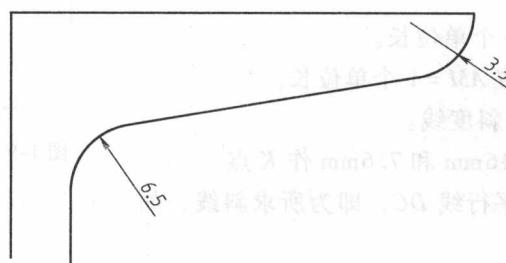

图 1-14 整理并完成图形
- (5) 整理并完成图形 擦去多余线条，将图形整理清晰，如图 1-14 所示。
- (6) 检查 按照相同的方法作出另三处的斜度线和圆弧连接，并整理加深图线完成全图（课后完成）。